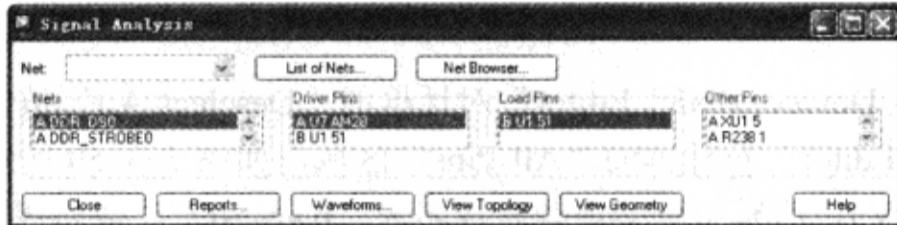

图 5-3-62 指定驱动器
(2) 在“Signal Analysis”对话框的“Nets”列表框选择“A DDR\_DS0”，“Driver Pins”列表框选择“A U7 AM28”，如图 5-3-62 所示。